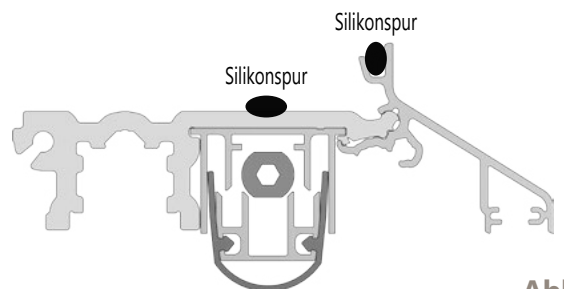

Abb. 3
7. Am Adapterprofil 2 Spuren Silikon (siehe Abb. 3+4) anbringen und die Endkappen EK-BDA5821 ebenfalls zum Flügel hin mit Silikon abdichten.